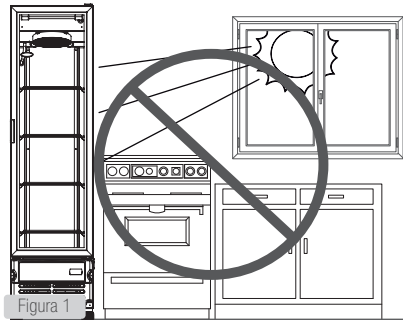

Figura 1
- 4 La exhibidora no debe ubicarse cerca de fuentes de calor, como hornos o cocinas. Evite la exposición solar directa. Nunca se debe exponer a eventuales chorros o salpicaduras. (Figura 1)